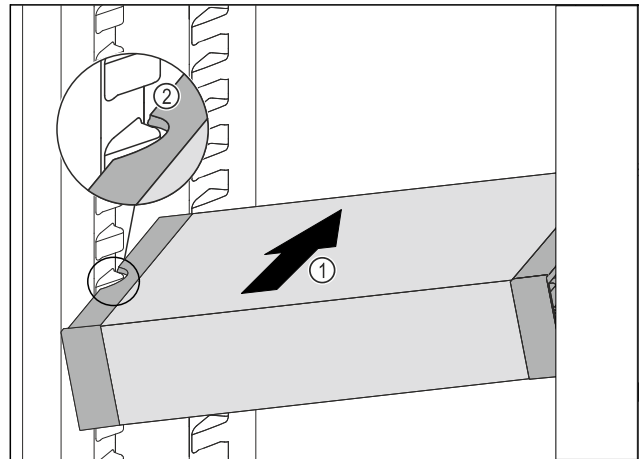

Fig. 90
- VarioSafe schräg in das Kühlteil einschieben Fig. 90 (1), bis sich die seitlichen Aussparungen Fig. 90 (2) des VarioSafes auf Höhe der Behälterrippe im Kühlteil befinden.